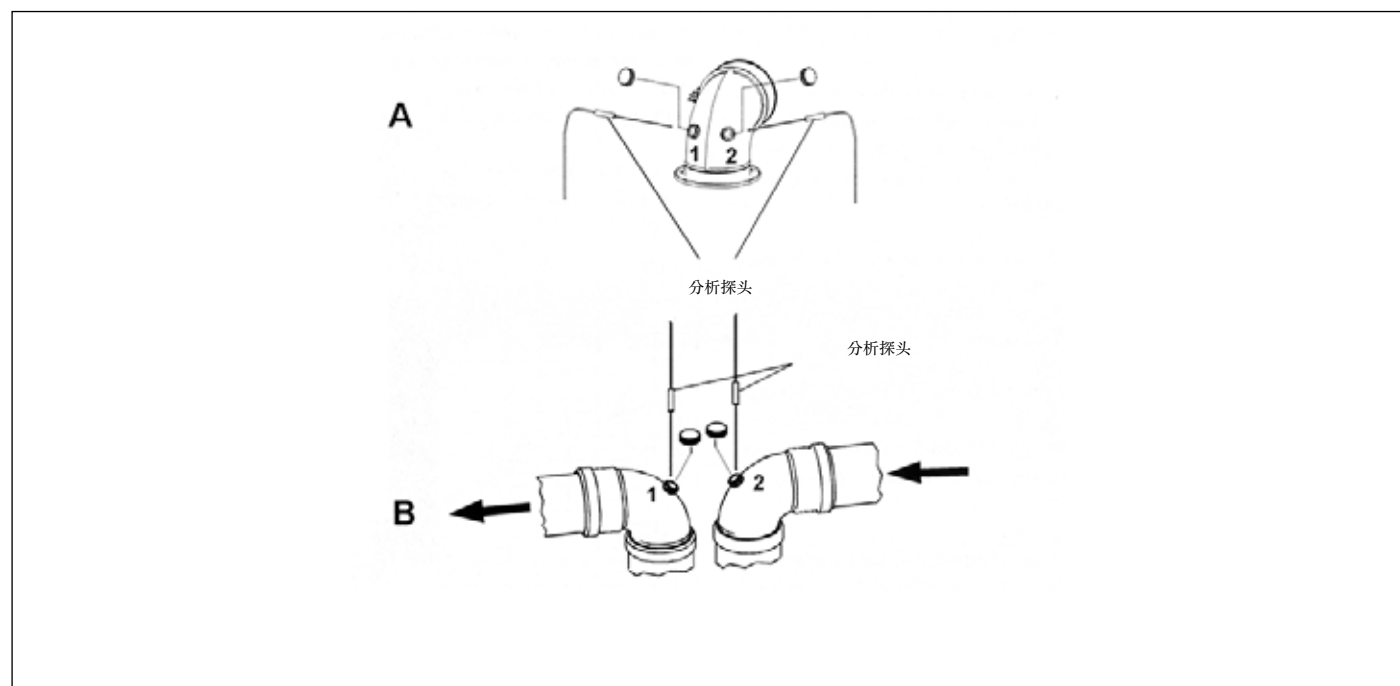

图 12 烟雾检测点范例
- 通过对应孔洞1测量进气温度（参见 参照图 (A) 图 12 烟雾检测点范例，对于安装了预置孔洞管道的密封式壁挂炉）。
- 通过对应孔洞2测量烟雾温度和二氧化碳值（参见 参照图 (A) 图 12 烟雾检测点范例，对于安装了预置孔洞管道的密封式壁挂炉）。
- 通过对应孔洞2测量进气温度（参见 参照图 (B) 图 12 烟雾检测点范例，对于安装了预置孔洞管道的密封腔）。
- 通过对应孔洞1测量烟雾温度和二氧化碳值（参见 参照图 (B) 图 12 烟雾检测点范例，对于安装了预置孔洞管道的密封式壁挂炉）。